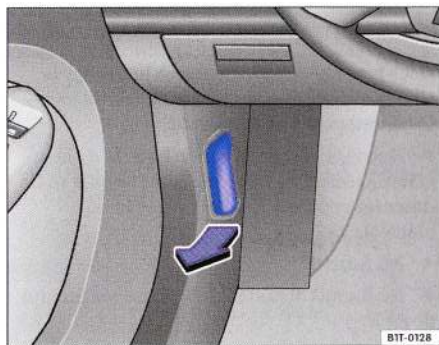

Fig. 11 Imagine din zona spațiului pentru picioare pe partea conducătorului: Deblocarea capotei motorului.
– Trageți maneta de sub tabloul de bord ⇒ fig. 11 în sensul indicat de săgeată – capota sare din încuietoare ⇒ ⚠.